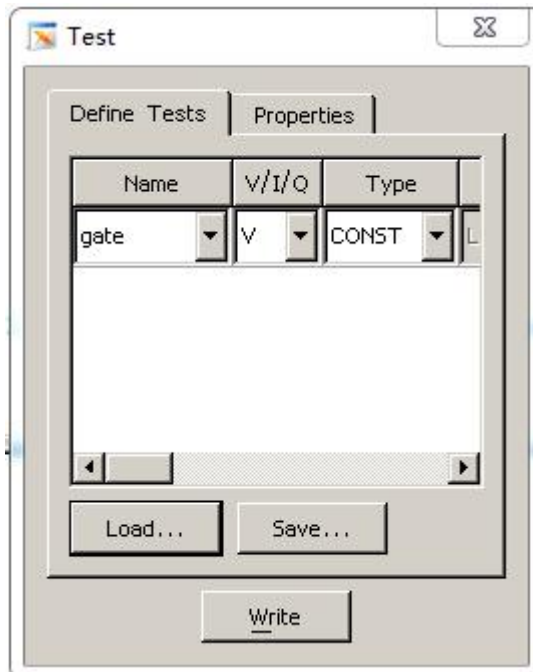

图 9
(2) 单击 **Define Tests**，然后将鼠标移至 **Worksheet** 区域，单击鼠标右键并选择 **Add new row**。一个新行被添加到了 **Worksheet** 中，如图 9 所示。
(3) 将鼠标移至 **gate** 参数上，单击鼠标左键，会出现一个电极名的列表，选择 **anode**。